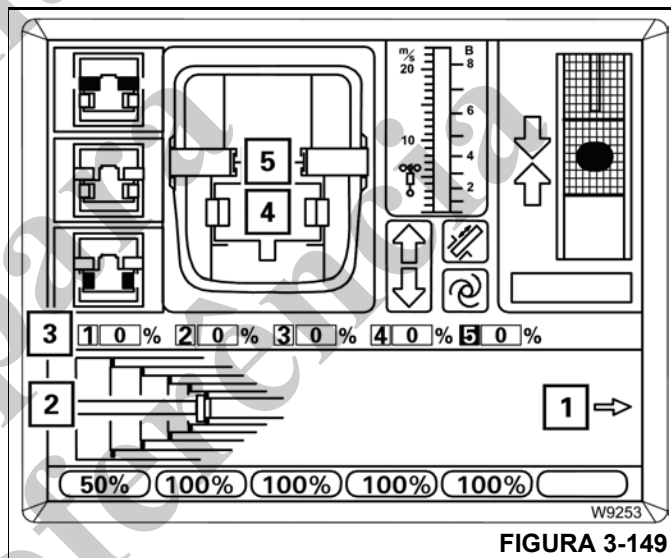

FIGURA 3-149
1. Mova a alavanca de controle para a retração e a mantenha lá; consulte (Figura 3-149).